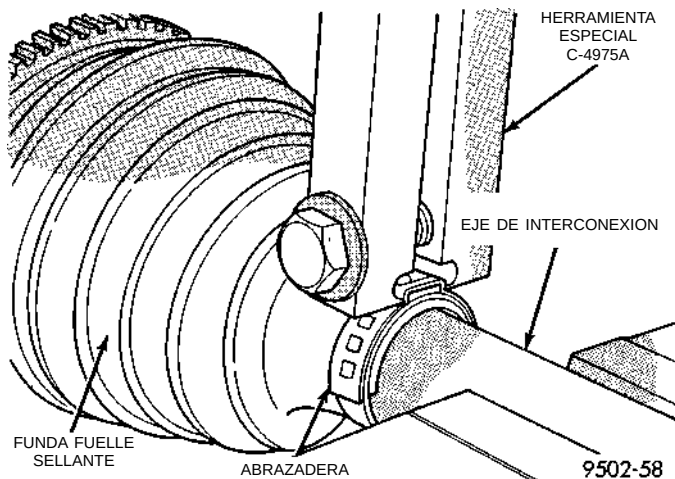
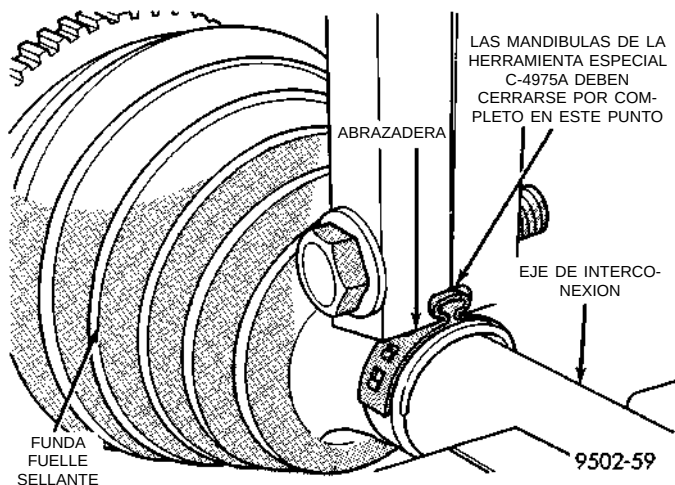

Fig. 35 Herramienta plegadora instalada en la abrazadera de la funda fuele sellante
Fig. 36 Abrazadera de retención de la funda fuele sellante instalada
(7) Inmovilice con la abrazadera la funda fuele sellante en el eje de interconexión utilizando un plegador, Herramienta especial C-4975-A, y el procedimiento siguiente. Coloque la Herramienta plegadora C-4975-A sobre el puente de la abrazadera (Fig. 35). Apriete la tuerca de la Herramienta plegadora C-4975-A hasta que se cierren por completo sus mandíbulas y queden unidas, cara a cara (Fig. 36).